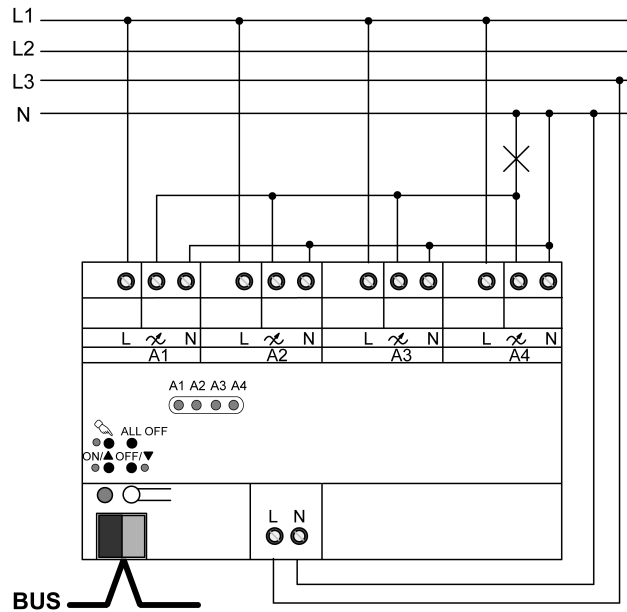

Figure 5: Branchement en parallèle de sorties de variation - Exemple de raccordement
- Raccorder l'appareil selon l'exemple de raccordement (Figure 5).